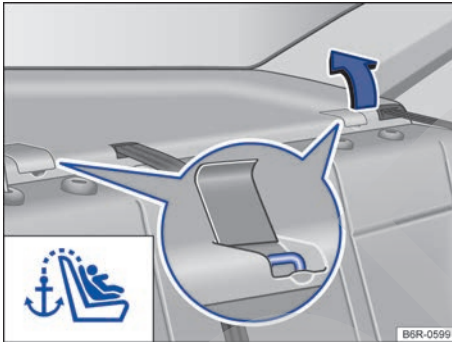

Fig. 40 En la bandeja situada detrás del asiento trasero: argollas de sujeción para el cinturón Top Tether.
- *En vehículos con las argollas de sujeción en la bandeja situada detrás del asiento trasero:* Levante la tapa situada en la bandeja que hay detrás del asiento trasero → fig. 40.
- *En vehículos con las argollas de sujeción en la bandeja situada detrás del asiento trasero:* Enganche el cinturón de fijación superior en la argolla de sujeción correspondiente, marcada como Top Tether, situada en la bandeja existente detrás del asiento trasero → fig. 40.